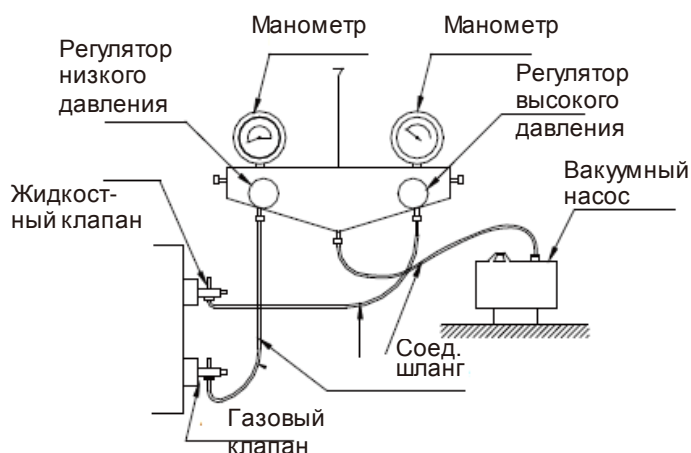

Рис.37
(1) Убедитесь, что жидкостный и газовый клапаны наружного блока закрыты. Откачайте через форсунки, расположенные на жидкостном и газовом клапанах, при помощи вакуумного насоса. См. Рис. 37.